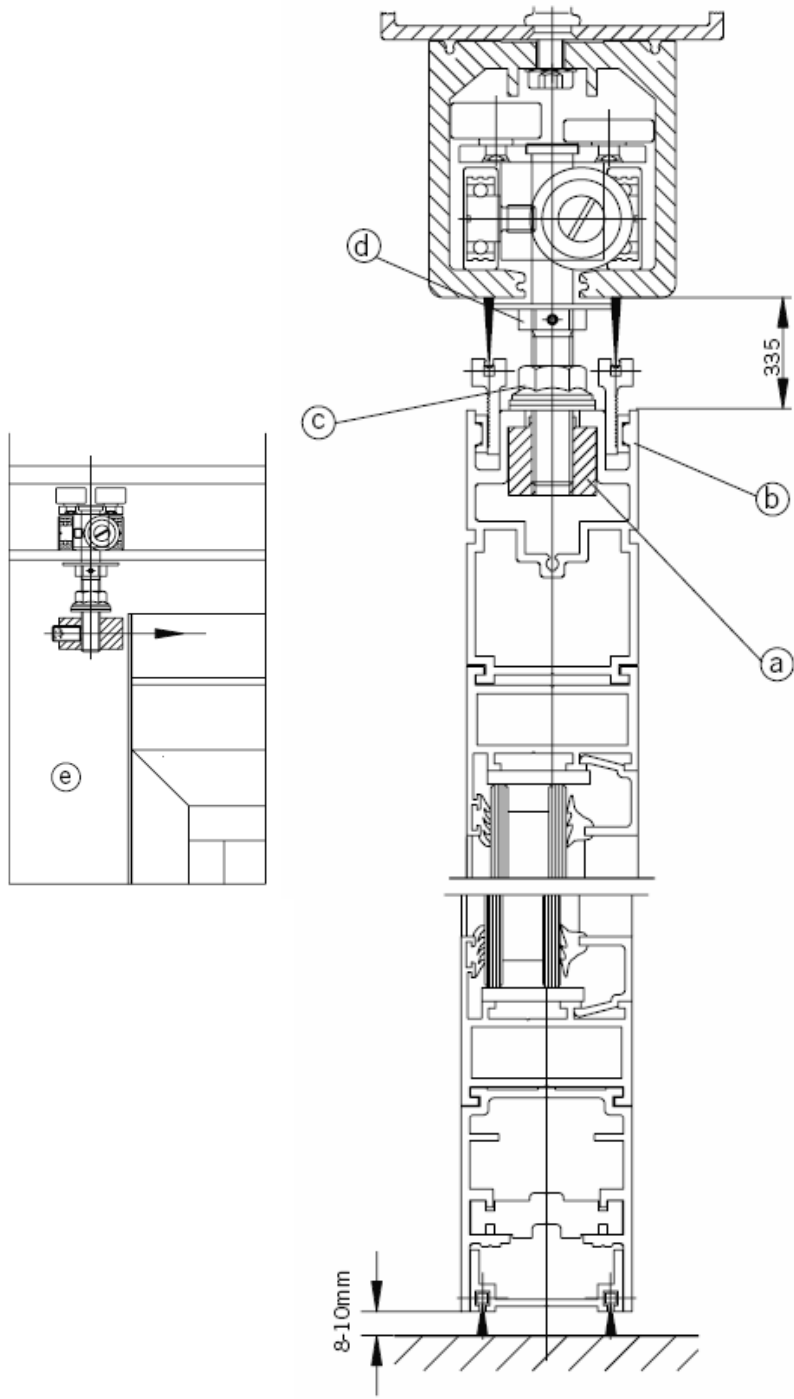

Fig. 7
7. Установка передвижных панелей (Рис. 7):